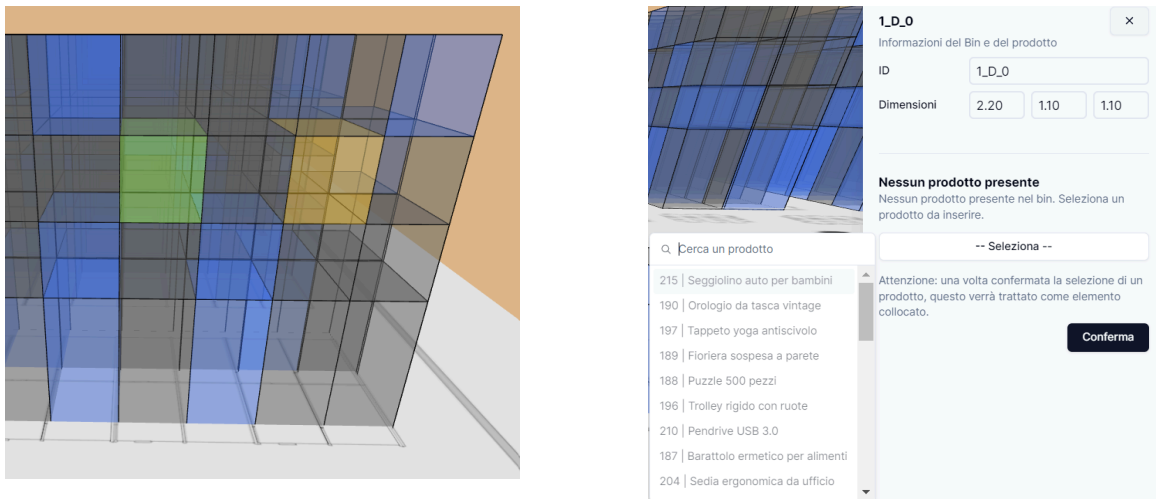

Figura 21: Spostamento prodotti con drag and drop (sinistra), menù spostamento prodotti non collocati (destra)
In basso a destra nello schermo, una notifica avviserà della possibilità o meno di effettuare lo spostamento. In caso di esito positivo, i bin_G di partenza e di arrivo verranno evidenziati rispettivamente in giallo e verde, come rappresentato in Figura 21
- nel menù che apparirà (Figura 21), premere il pulsante **Seleziona**;